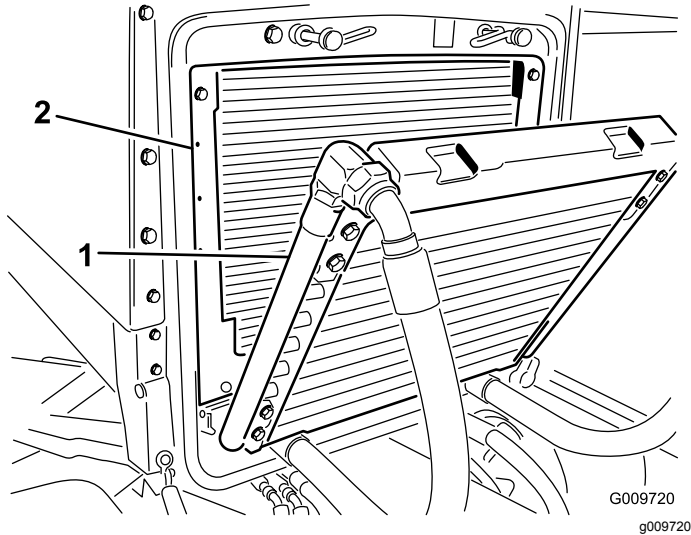

Figura 53
3. Girate indietro il radiatore dell'olio. Pulite accuratamente entrambi i lati dell'area del refrigeratore dell'olio e del radiatore utilizzando aria compressa (Figura 53). Iniziate dal lato anteriore ed eliminate i detriti spingendoli verso la parte posteriore. Successivamente eseguite la pulizia partendo dalla parte posteriore e soffiando l'aria verso la parte anteriore. Ripetete la procedura più volte fino a rimuovere completamente sporcizia e detriti.